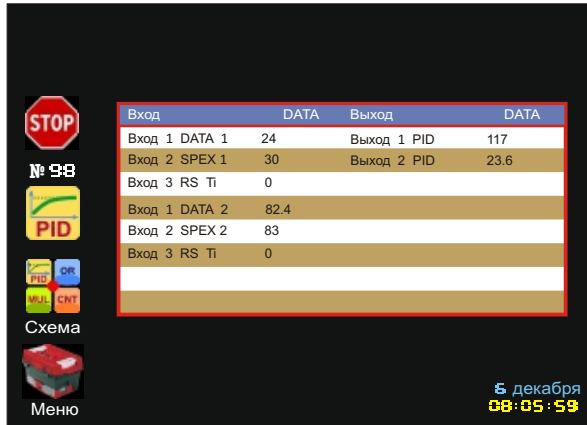

Рис. 86. Меню "Процесс" (Блок "Регулятор").
9.4.9 В меню **Процесс** блок Регулятор представлен в виде таблицы, в которой находится информация о состоянии 6-ти входов и 2-х выходов блока в данный момент времени (Рис. 86).